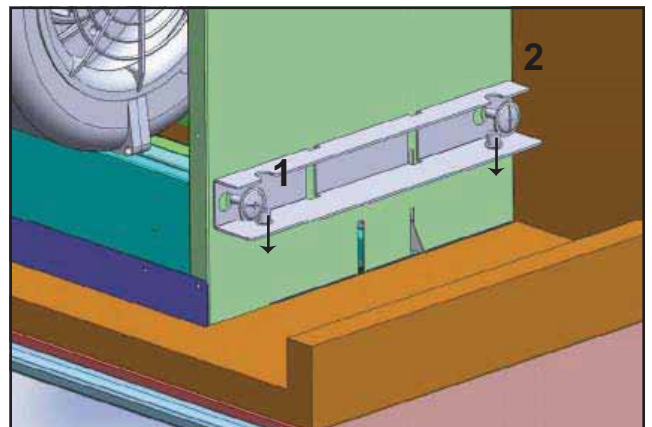

Fig.6
5) Fixez les supports supérieurs aux côtés gauche et droit du boîtier de la hotte à l'aide de (2) vis 3/16 x 3/8" par support, Fig.6. Assurez-vous que les (2) trous à vis pour les écrous imperdables pointent vers le bas. Note : Compte tenu de l'espace de travail restreint pour les armoires des hottes de 30", vous devrez utiliser un tournevis à angle droit ou un tournevis cruciforme de 2".